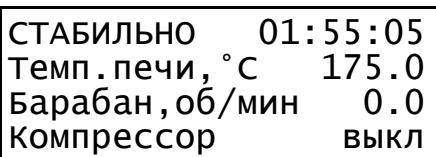

Рисунок 8 – Режим стабилизации
4.3.6 Когда процесс нагрева завершится, то печь войдет в режим стабилизации (см. рисунок 8) и начнется обратный отсчет времени (печь необходимо прогреть 2 часа). Если нужно выйти из режима стабилизации в режим ожидания, то необходимо нажать кнопку **[Стоп]** на лицевой панели.